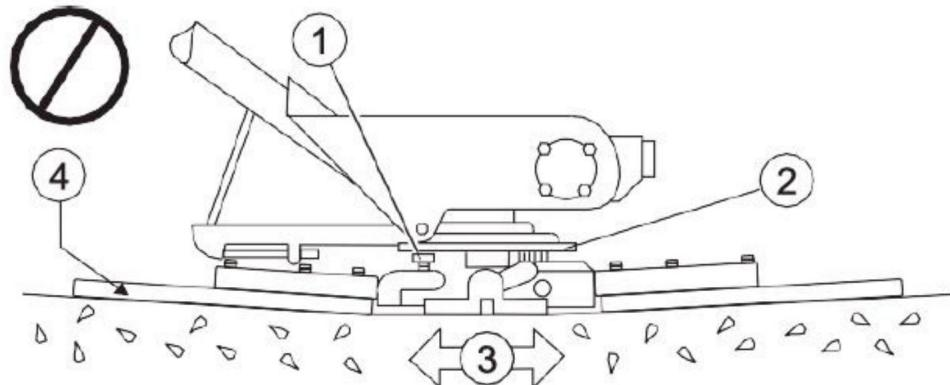

FIG.17
13.2.2 Plaats de messen zo vlak mogelijk. De stelbouten moeten allemaal vastzitten nauwelijks contact maken met de onderste slijtplaat op de spiderbox. Als dat zo is Als u geen contact maakt, is aanpassing noodzakelijk. (FIG.17, FIG.4).
FIG.17 illustreert "onjuiste uitlijning", versleten spinbussen of verbogen troffel armen. Controleer of de afstelbout de onderste slijtplaat nauwelijks raakt (max. 0,10 inch spelling). Alle uitlijnbouten moeten zich op een afstand van de dezelfde afstand tot de onderste slijtplaat.